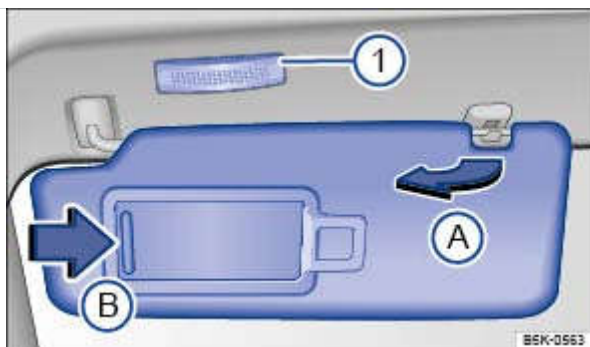

Fig. 96 Dans le ciel de pavillon avant : pare-soleil
- Retrait du support et pivotement vers la porte → Fig. 96 A .
Un miroir de courtoisie se trouve dans le pare-soleil rabattu vers le bas, derrière un volet d'occultation. Lorsque vous ouvrez le volet d'occultation → Fig. 96 B , un éclairateur → Fig. 96 1 s'allume.